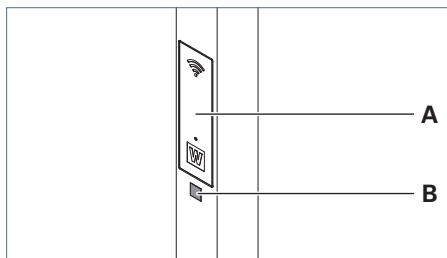

Fig. 28: Scansione del codice QR.
- Effettuare una scansione del codice QR **B** dell'apparecchio d'illuminazione, posizionato sul tubo verticale sotto allo sportello di manutenzione **A**, vedere Fig. 28.